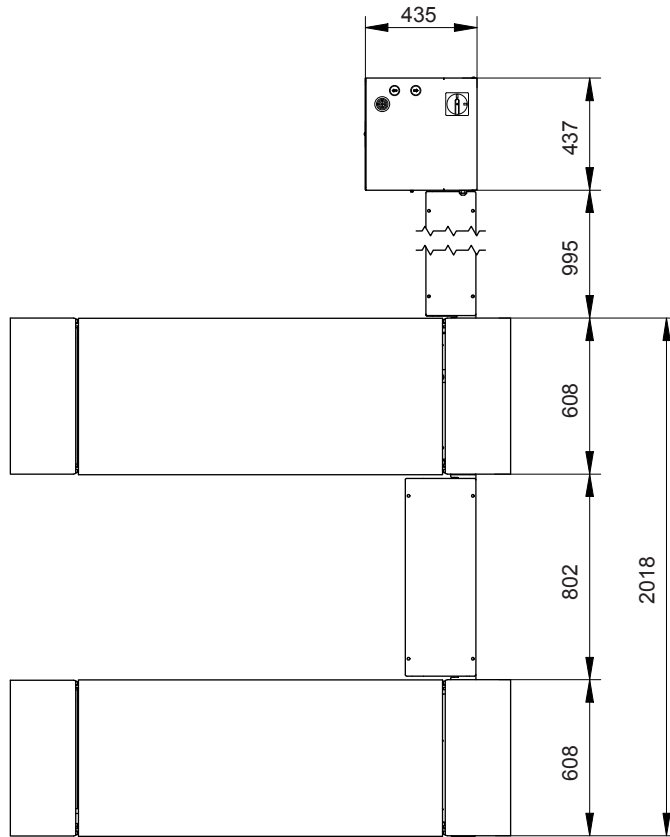
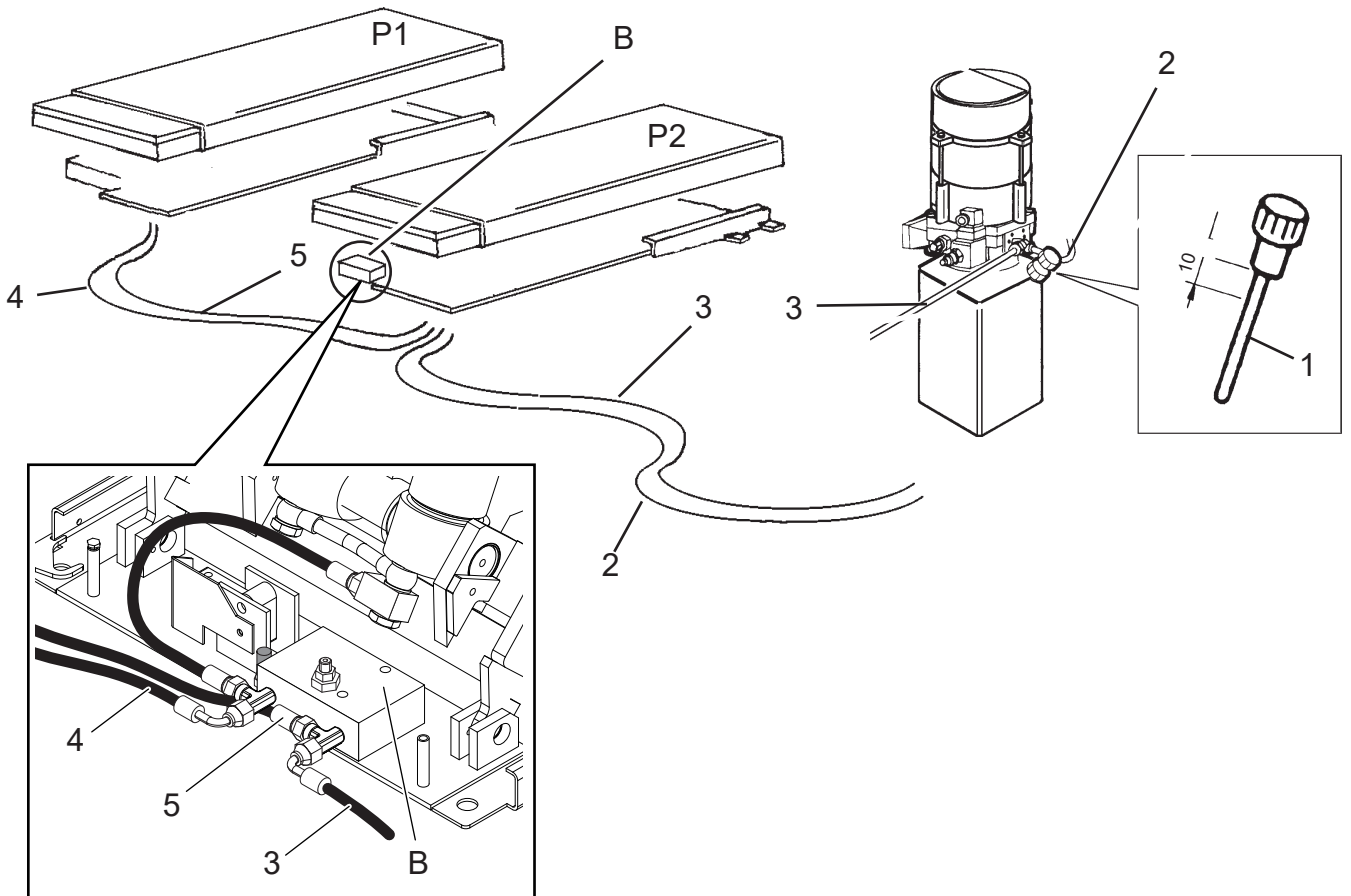

Fig. 10
Fig. 11
Posizionare le pedane e il mobiletto di comando (vedi Fig. 10) alla giusta distanza fra loro tenendo presente che la pedana **P2** è quella in cui è montato nella base il blocco della valvola di riallineamento indicato con **B** nella Fig. 11.
Estrarre da sotto la pedana **P2** i due tubi indicati con **2** e **3**, togliere i rispetti tappi e collegarli alla centralina come si vede in Fig. 11. Sostituire nella centralina idraulica il tappo-asta di livello **1**. Verificare che il livello dell'olio sia circa a 10 mm dal tappo stesso.
Place the footboards and the control unit in position (see Fig. 10), the right distance apart, bearing in mind that the footboard **P2** is the one with the realignment valve block fitted in the base as shown with **B** in Fig. 11.
Remove the two tubes **2** and **3** from beneath the footboard **P2**, remove the plugs and connect them to the central unit as shown in Fig. 11.
Die Fahrschienen und den Schaltschrank (siehe Abb. 10) in der untereinander richtigen Entfernung positionieren und dabei berücksichtigen, dass der Block des Ausgleichsventils, gekennzeichnet mit (B) auf der Abb. 11 am Grundrahmen der Fahrschiene **P2** montiert ist.
Die zwei mit 2 und 3 gekennzeichneten Leitungen unter der Fahrschiene **P2** herausziehen, die entsprechenden Pfropfen entfernen und die Leitungen gemäss Abb. 11 im Schaltschrank anschliessen. Im Hydraulikaggregat den Pfropfen durch die
Positionner les chemins de roulement et le boîtier de commande (voir Fig. 10) en les maintenant à la juste distance et en tenant compte du fait que le chemin de roulement **P2** est celui dont la base est équipée de la vanne de réalignement indiquée par la lettre **B** à la Fig. 11.
Extraire les deux tuyaux marqués **2** et **3** par le dessous du chemin de roulement **P2**, les libérer de leurs bouchons respectifs et les relier au boîtier de commande comme indiqué à la Fig. 11. Dans l'unité hydraulique, remplacer le bouchon-jauge **1**. Vérifier que le niveau de l'huile se trouve à environ 10 mm du bouchon.
Coloque las tarimas y el mueble de mando (ver Fig. 10) a la distancia adecuada, teniendo en cuenta que en la base de la tarima **P2** está montado el grupo de la válvula de realineación, indicado con **B** en la Fig.11.
Extraiga de debajo de la tarima **P2** los dos tubos indicados con **2** y **3**, quite los respectivos tapones y conéctelos a la centralita como se ve en la Fig.11.